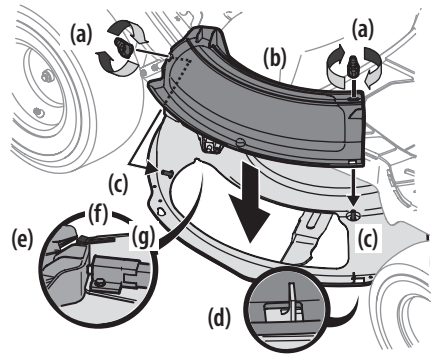

Figura 12
1. Extraiga las perillas de aleta (a) que se instalaron en la plataforma de corte y consérvelas para colocarlas posteriormente. Consulte la Figura 12.
2. Coloque el adaptador para abono (b) en la abertura de descarga de la plataforma. Los espárragos (c) en la superficie de la plataforma calzarán en los orificios de la parte superior del adaptador para abono (b). La pequeña lengüeta (d) del borde de la plataforma calzará en el recorte cuadrado de la parte inferior del adaptador para abono (b). Consulte la Figura 12.